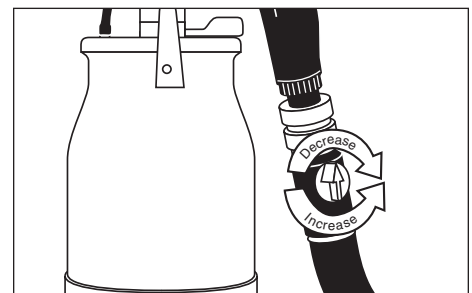

Figure 11 - Régler la circulation d'air
6. Pour le réglage fin de débit, tourner le bouton de contrôle de circulation d'air au sens des aiguilles d'une montre pour diminuer et au sens contraire des aiguilles d'une montre pour augmenter le débit d'air (Voir Figure 11).